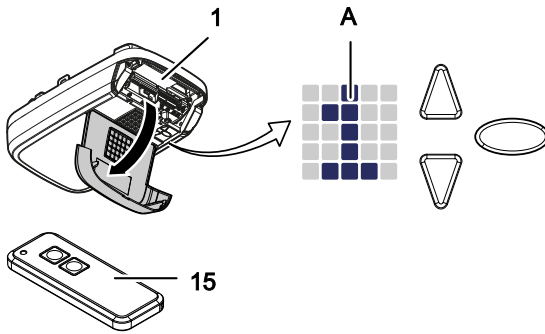

Fig. 4: Éléments de commande
Montez la console de raccordement (11) sur la porte de garage (fig. 4).